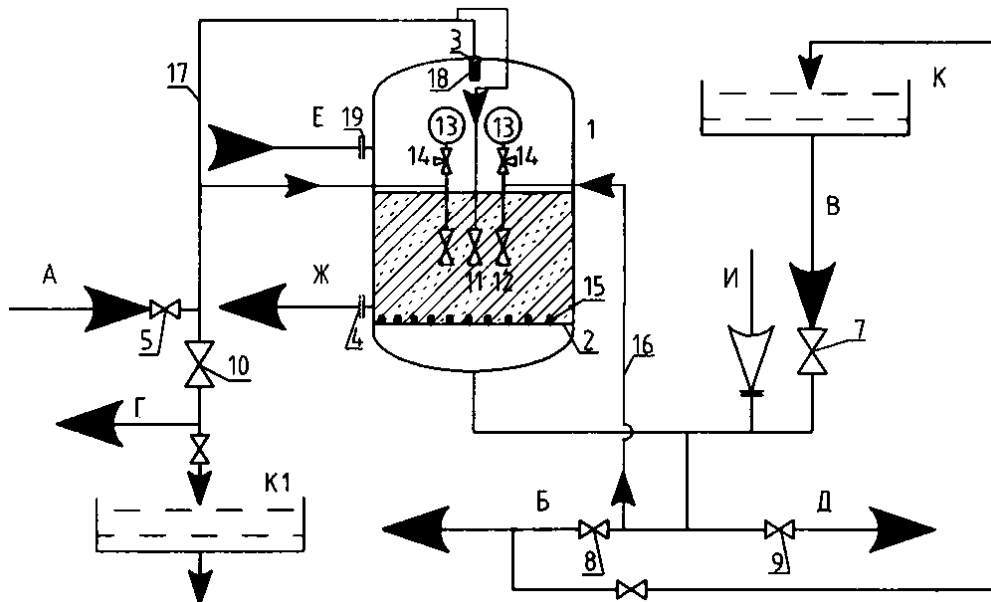

рис. 1 Принципиальная схема фильтра ФОВ
2.1. Фильтр осветлительный представляет собой вертикальный цилиндрический аппарат, состоящий из следующих основных элементов: корпуса 1 (см. рис.1), нижнего дренажно-распределительного устройства 2 с дренажными щелевыми колпачками 15 и верхнего распределительного устройства 4, штуцера для загрузки 19, штуцера для гидровыгрузки 4, фильтрующего материала, фронта трубопроводов с запорной арматурой в виде вентилях – 11, 12, задвижек – 5, 6, 7, 9, 10, кранов 3-х ходовых 14, манометров 18, люка для осмотра и технического обслуживания, пробоотборного устройства.
Для промывки фильтра используют осветлённую воду, которую заранее накапливают в специальном баке К (см. рис.1) и подают на фильтр насосами. Напор, создаваемый насосами, должен быть рассчитан таким образом, чтобы преодолеть сопротивление, создаваемое трубопроводами, слоем фильтрующей загрузки и слоем воды в фильтре.
Для экономии осветлённой воды рекомендуется повторно использовать промывочную воду. Для этого промывочную воду, выходящую из фильтра, собирают в бак К1 (см. рис.1), из которого с помощью насоса равномерно подают (вместе с осадком) в течение суток в трубопровод исходной воды перед осветлителем.